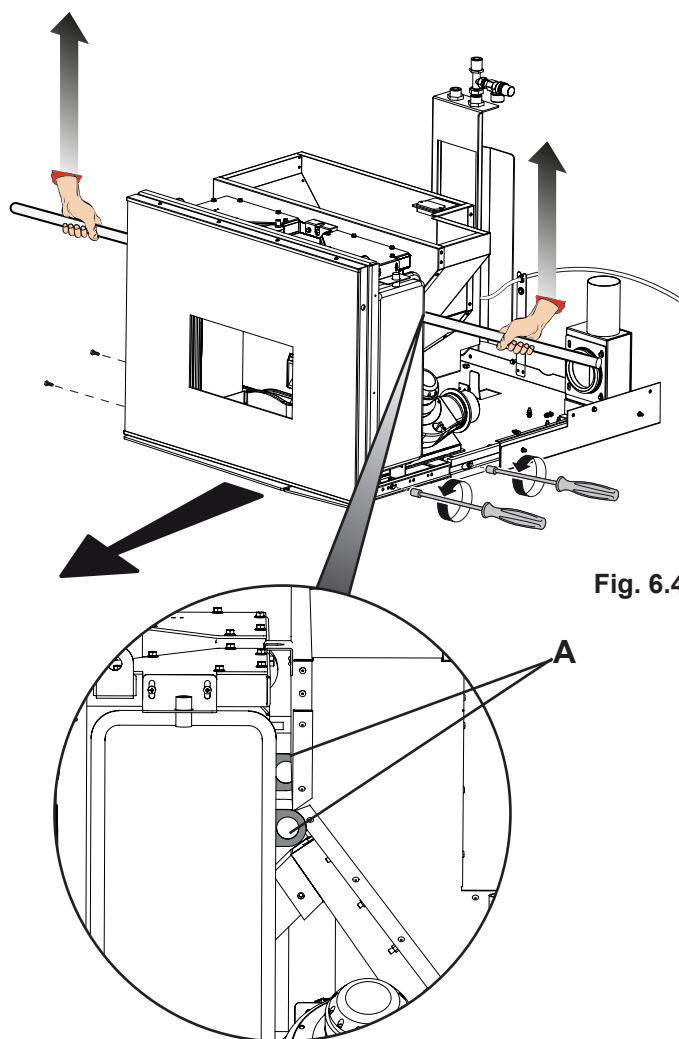

Fig. 6.4
- Soutenir le poêle à l'aide d'une barre métallique (1/2", 2 m de long) qui sera intégrée dans les passages prévus à l'arrière de la chaudière (A - fig. 6.4)
- Dévisser les quatre vis (deux de chaque côté) qui bloquent le poêle sur les coulisses (fig.6.4)